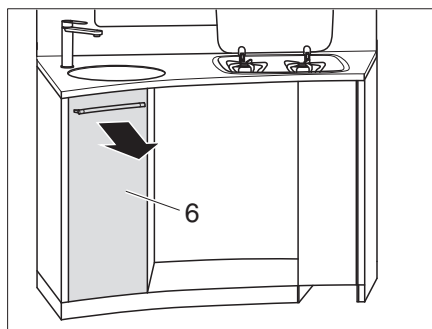

Bild 122 Ta ut hög kökslåda
- Ta ut hög kökslåda (Bild 122,6).